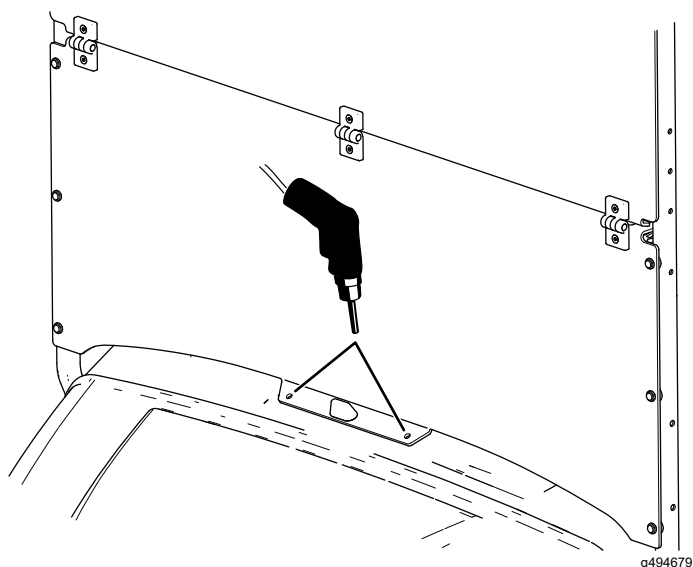

Figura 4
4. Usando el parabrisas como plantilla, perfore 2 taladros (8 mm) en el salpicadero (Figura 4).